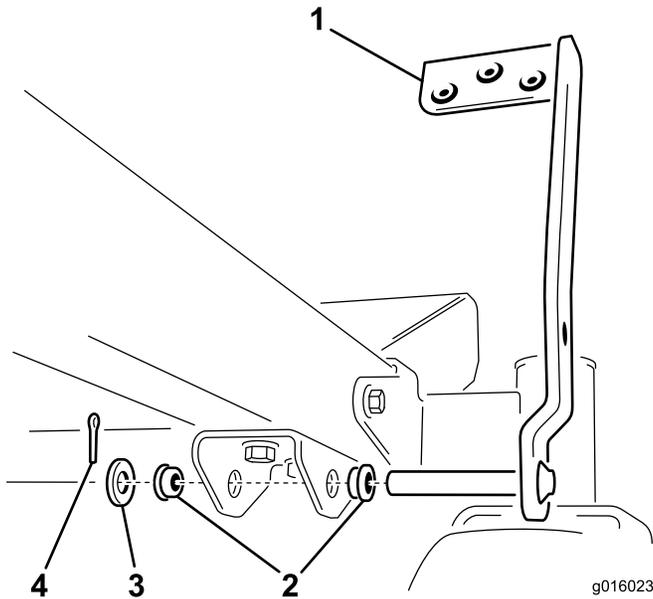

Figure 6
1. Placez une bague à embase dans chaque trou du support, comme illustré à la Figure 6.